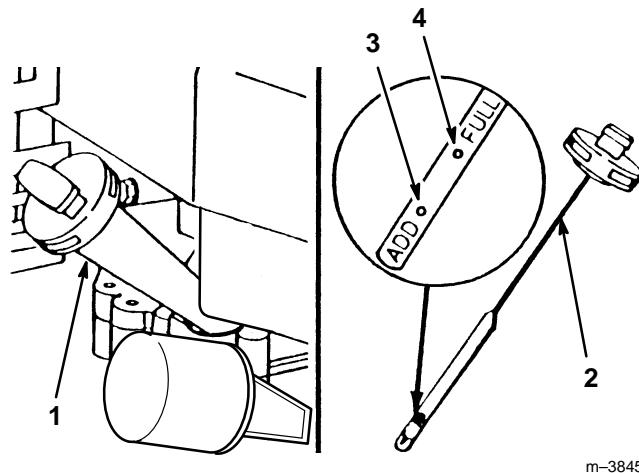

Figure 8
Llene el cárter con aceite SAE 30 hasta que el nivel llegue a la marca de FULL (lleno) de la varilla medidora, tal como se indica en el Fig. 8. La capacidad máxima del cárter es de 0,77 litros (26 onzas) de aceite. Use cualquier aceite detergente de alta calidad que tenga la clasificación de servicio de la API —SF, SG o SH.
Antes de cada uso o cada ocho horas, compruebe que el nivel de aceite esté entre las marcas de FULL (lleno) y ADD (agregar) de la varilla medidora (Fig. 8). Agregue aceite si el nivel está bajo.
2. Saque la varilla haciendo girar la tapa un cuarto de vuelta hacia la izquierda (Fig 8).
3. Limpie la varilla con un trapo e insértela en el orificio de llenado. Gire la tapa un cuarto de vuelta hacia la derecha. Entonces, saque la varilla y verifique el nivel (Fig 8). Si el nivel está bajo, agregue solamente la cantidad suficiente para llevar el nivel hasta la marca de FULL (lleno). **NO SOBREPASE ESTA MARCA PORQUE EL MOTOR PODRÍA AVERIARSE DURANTE EL ARRANQUE. VIERTA EL ACEITE LENTAMENTE.**
4. Inserte la varilla medidora en el orificio de llenado y gire la tapa un cuarto de vuelta hacia la derecha para tratarla en su posición (Fig 8).